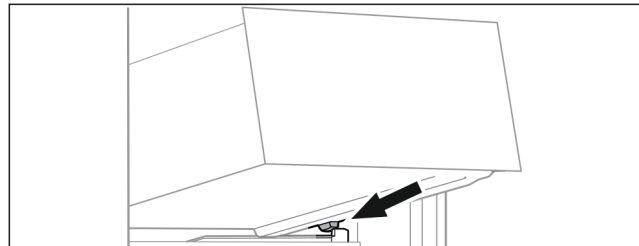

Fig. 22
- ▶ Schubfach schräg hinter den Stoppern auf die Behälterrippe aufsetzen Fig. 22 ().